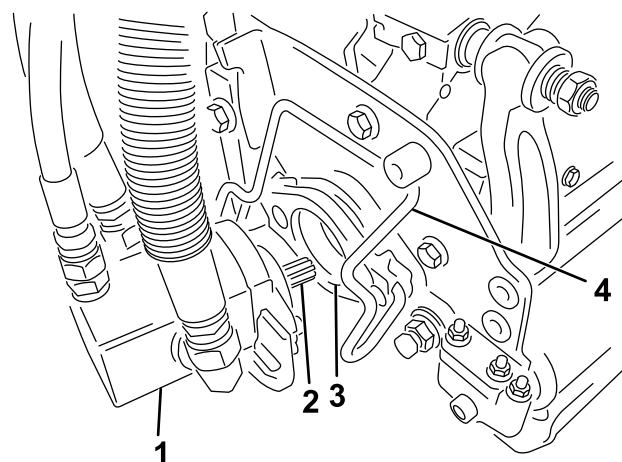

Рисунок 35
5. Нанесите на шлицевый вал электродвигателя режущего блока чистую консистентную смазку (Рисунок 35).
до тех пор, пока не послышится щелчок с обеих сторон электродвигателя. (Рисунок 35).